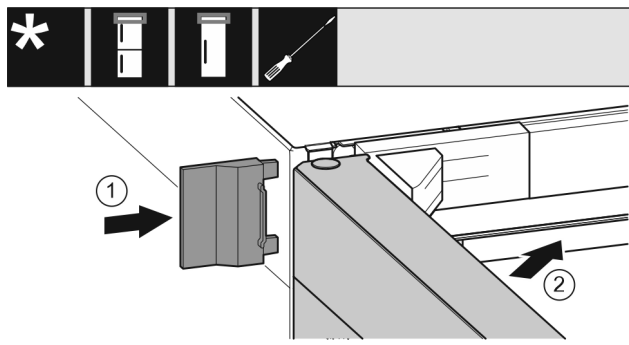

Fig. 21
- Enfiler le cache extérieur. Fig. 21 (1)
► Fermer la porte supérieure. Fig. 21 (2)